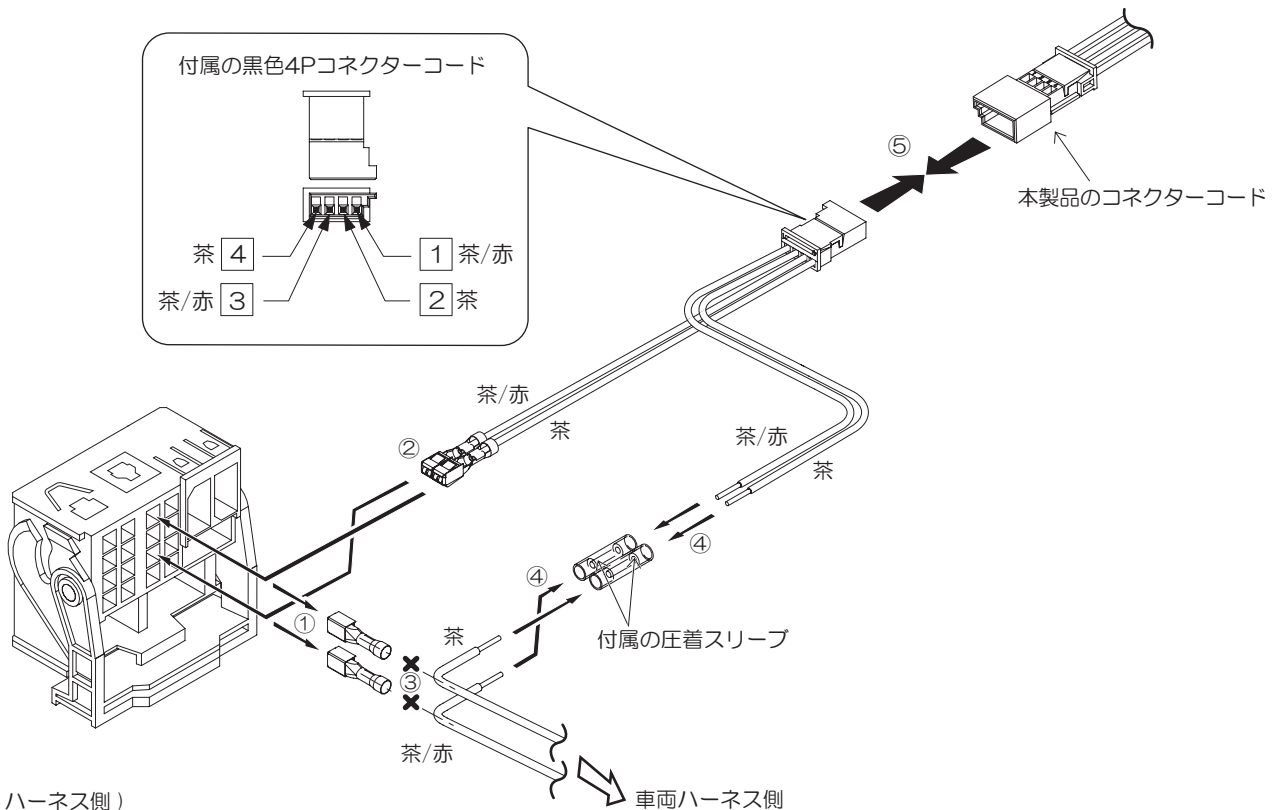

図2 (ハーネス側)
- ① キーを差し込まない状態で、COMAND コントロールシステム オン / オフスイッチ (1) を押し、COMAND ディスプレイを展開させます。
- ② エンジンルーム内助手席側エアダクト下部のバッテリーのマイナス端子を外します。
- ③ エアコンルーバー上部左右にあるゴムキャップを取り外します。
- ④ 図2を参照し、付属のエアコンルーバー取外し工具を約30mm 差し込み、先端が下側にくるように90° 回転させ、エアコンルーバーに引っ掛け手前に引き出し、コネクター類を外し、取り外します。
- ② 付属のエアコンルーバー取外し工具の突起部を、上方に向け、センタールーバーの左右切り込みに差し込みます。(図2参照)
- ② ①で抜いたコードの入っていた同じ配線色の位置(図2参照)に付属の黒色4Pコネクタコードのソケットピン付コード2本を差し込み、ホルダーを差し込みます。
- ③ 手順①で抜いたコードのソケットピンを先端で切断し、各端末の被覆を7~8mmストリップします。
- ④ 切断した車両ハーネス側のコードと、付属の黒色4Pコネクタコードのストリップしているコード2本を付属の圧着スリーブで接続します。
- ⑤ 本製品のコネクタコードと、付属の黒色4Pコネクタコードを接続してください。